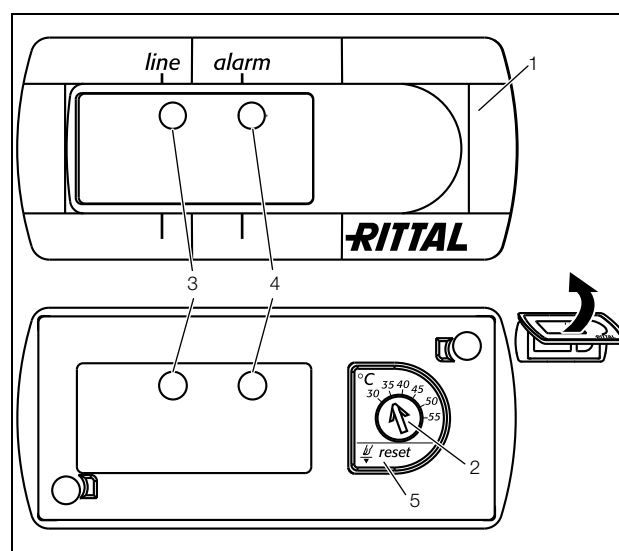

Рис. 28: Базовый контроллер
- Установите желаемую температуру при помощи регулятора (рис. 28, поз. 2).
- Нажмите кнопку "Reset" (рис. 28, поз. 5) и удерживайте ее минимум 3 сек.